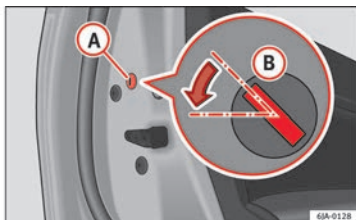

Fig. 4 Puerta trasera: bloqueo de emergencia.
- Quite la tapa **A** » » » fig. 4.